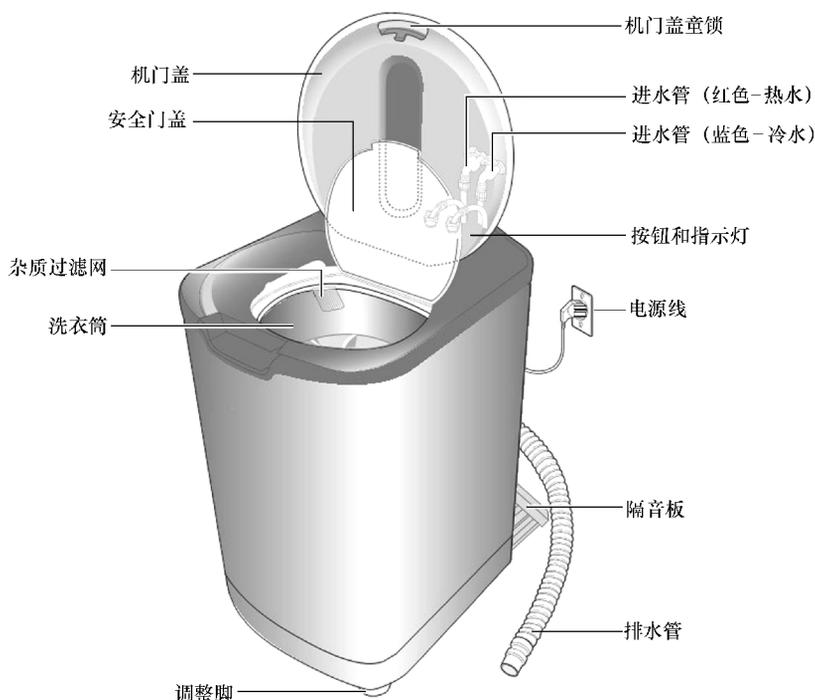

图 6-75 三星 XQB30 - B85G 型波轮式洗衣机外形结构
**【附注】**三星 XQB30 - B85G 型波轮式洗衣机外形结构如图 6-75 所示。